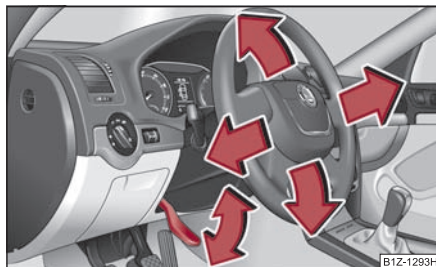

Fig. 144 Volan reglabil:
- Îndreptați maneta de sub volan ⇒ fig. 144, în jos ⇒ ⚠.